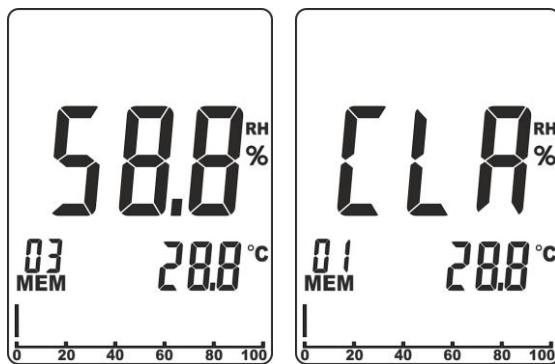

Fig. 4: Borrado de la memoria interna
1. Pulse simultáneamente las teclas **◀ y ▶**. La indicación de la posición de memoria actual (ver la Fig. 4 – parte izquierda) parpadea en el visualizador
2. Pulse simultáneamente las teclas **◀ y MEM/ALM** durante al menos 3s. El mensaje “CLR” aparece en el visualizador y automáticamente la posición de memoria vuelve al valor “01” (ver la Fig. 4 – parte derecha)